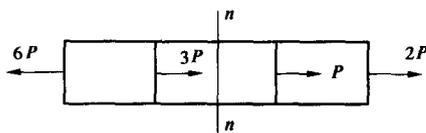

图 1A411010-2 杆件受力示意图
4. 图 1A411010-2 所示杆件中 $n-n$ 截面上的轴力为()。